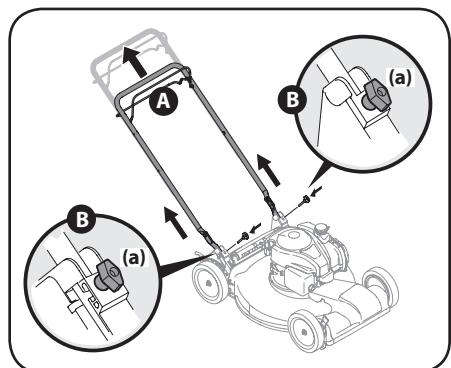

Figure 2-4
- b. Insérez les boulons à tête en T, enlevés au paragraphe 1b, dans les supports du guidon et dans le guidon inférieur et serrez à fond pour maintenir le guidon en place. Voir la Figure 2-4.